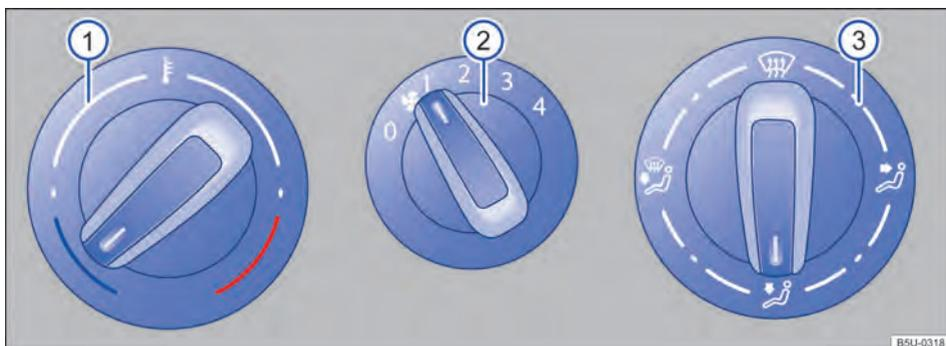

Fig. 72 Comandos do sistema de ventilação e aquecimento.
- Em veículos com sistema de aquecimento, girar o botão da temperatura → Fig. 72  totalmente para a direita, para a posição máxima de aquecimento.